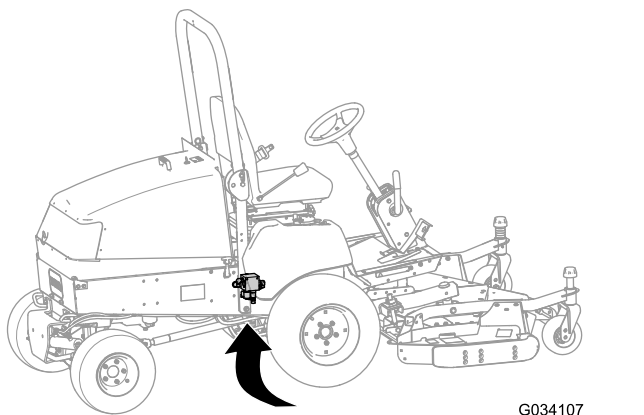

Figura 13
2. Localice el distribuidor de elevación desde debajo de la máquina, por dentro del perfil derecho del bastidor, detrás del eje delantero (Figura 13).